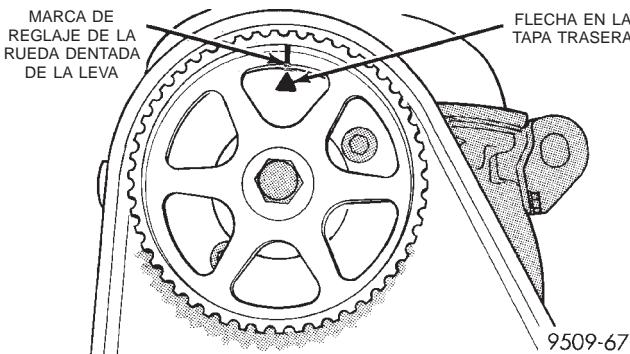

**Fig. 39 Sistema de la correa de distribución—con tensor hidráulico**
- Retire el tapón de acceso de la tapa externa de la correa de distribución (Fig. 39).